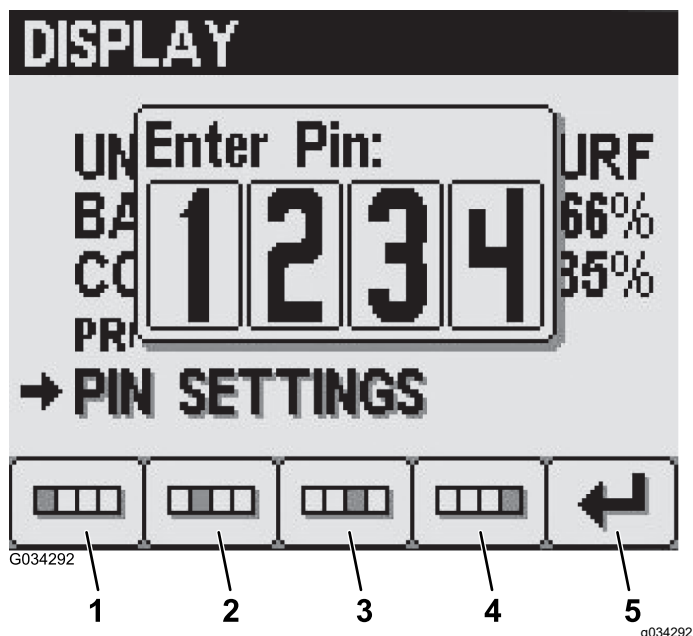

Figura 24
3. Apăsai butoanele de la 1 până la 4 pentru a introduce codul dumneavoastră PIN. Când finalizai introducerea PIN-ului, apăsai butonul 5 (Figura 24).
4. În ecranul enter old PIN (introducere PIN vechi), apăsai butoanele de la 1 la 4 pentru a introduce codul PIN vechi și apăsai butonul 5 când completezi PIN-ul (Figura 24).